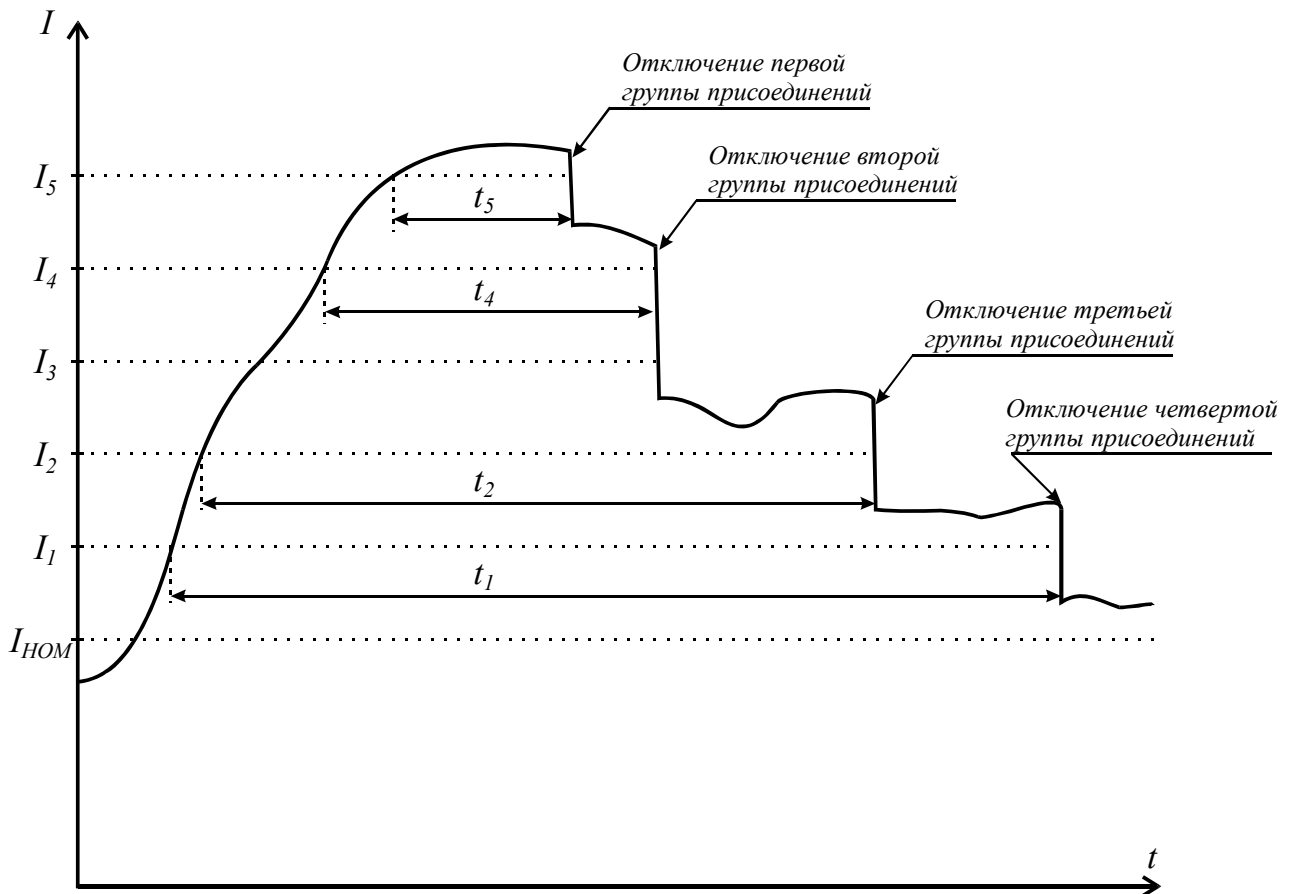
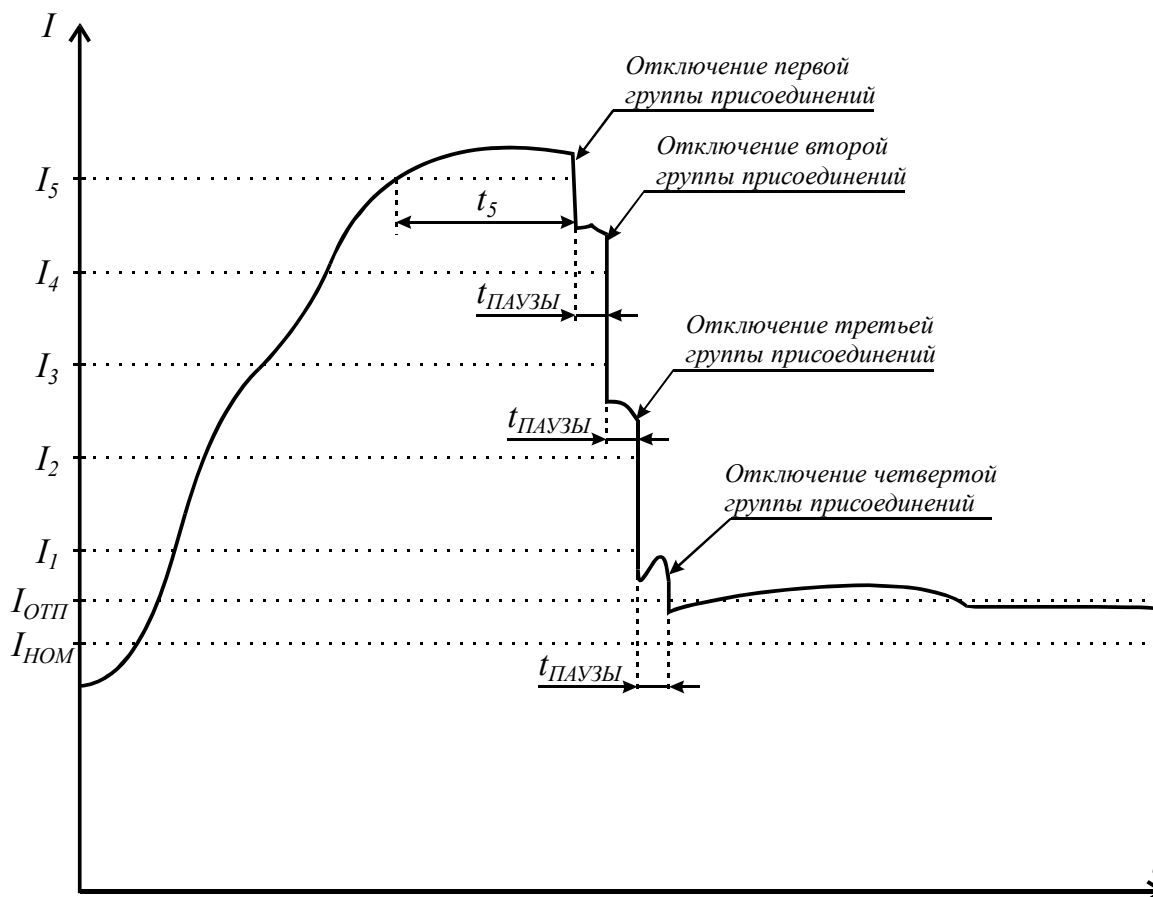

Рис.2. Режим работы – «Перегрузка»
Рис.3. Режим работы – «ААРТ»
1.3.3.3. Может быть выбран один из двух режимов разгрузки – «ААРТ» или «Перегрузка». В режиме «ААРТ» (рис.3) после срабатывания устройства будут отключаться потребители до тех пор, пока ток не снизится до уставки $I_{отп}$. В режиме «Перегрузка» (рис.2) после срабатывания устройства будут отключаться потребители до тех пор, пока ток не снизится до уставки пуска сработавшей ступени (в этом режиме уставка $I_{отп}$ не используется).